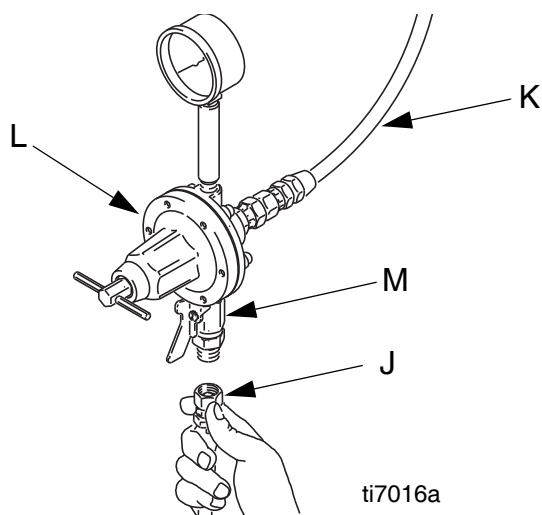

図 8：液ホースの接続。
- 液レギュレータ (L) を液ラインに取り付け、ガンへの液圧を制御します。図 8 を参照して下さい。
- シャットオフバルブ (M) を取り付け、ガンへ流れる液を遮断します。